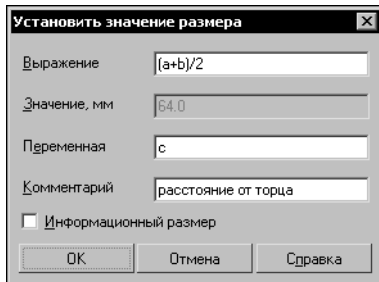
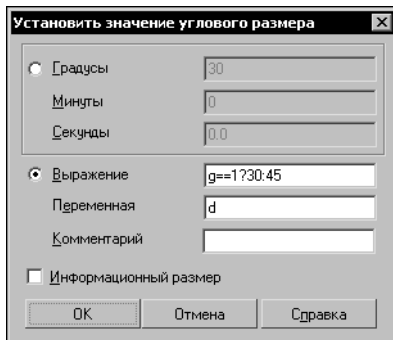

Рис. 110.7. Диалог установки значения размера
Рис. 110.8. Диалог установки значения углового размера
- ▼ включить опцию **Информационный размер** в диалоге установки значения размера (см. рис. 110.7).
Чтобы создать переменную, соответствующую размеру, необходимо ввести ее имя в диалоге установки значения размера (рис. 110.7). Этот диалог появляется на экране:
На рис. 110.7 показан диалог установки значения линейного, радиального и диаметрального размера. Диалог установки значения углового размера приведен на рис. 110.8. Присвоение имен переменных и ввод выражений при работе с угловыми размерами производятся так же, как при работе с линейными, диаметральными и радиальными размерами.